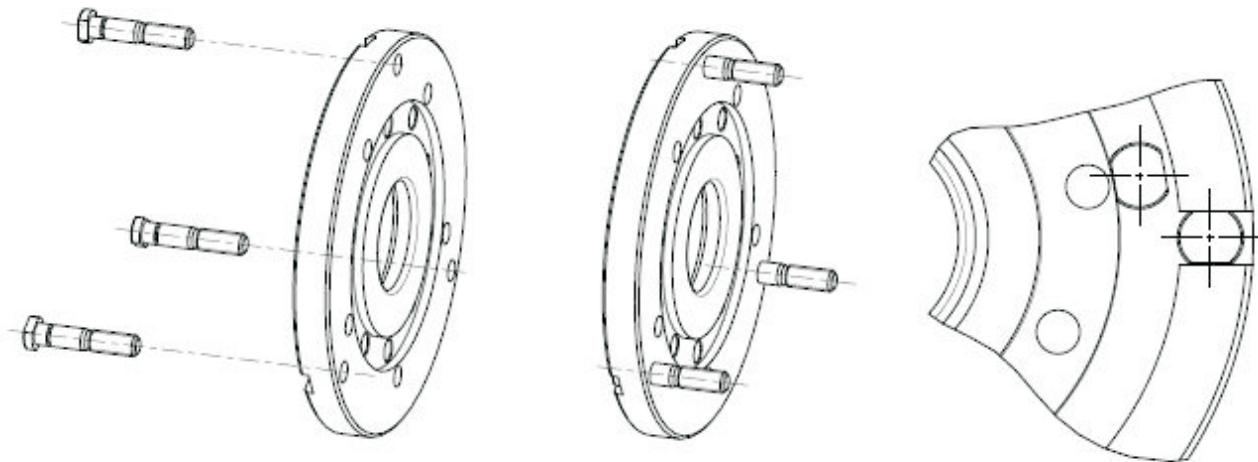

Рисунок 2
6.1 Собрать адаптер. Для этого необходимо взять пальцы 2 и вставить их в отверстия фланца, которые соответствуют крепежным отверстиям на диске, зафиксировать их от проворота упором в кольцевую канавку или паз, Рисунок 2. Головка пальца не должна выступать за плоскость фланца.